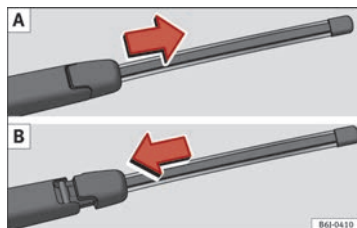

Fig. 165 Cambio de la escobilla del limpiaventana.
- Deslice el adaptador de la escobilla en la dirección de la flecha y retire la escobilla ⇒ fig. 165 A.
- Sitúe la escobilla, tal como se indica en la ⇒ fig. 165 B y deslice el adaptador hasta que encastre.